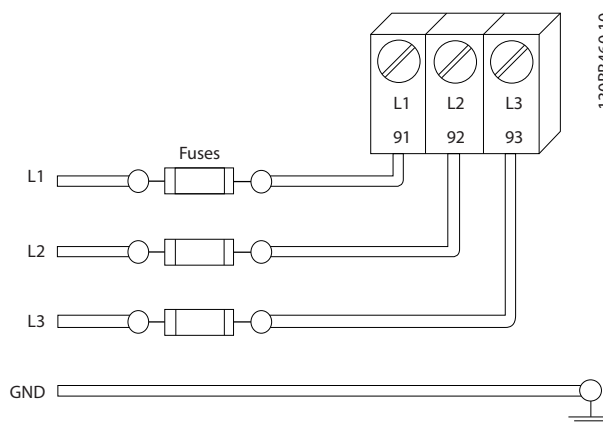

Bild 2.6 Frekvensomformarsäkringar
- Alla frekvensomformare måste vara försedda med kortslutningsskydd och överspänningsskydd. För detta krävs det ingångssäkringar – se *Bild 2.6*. Om frekvensomformarna levereras utan säkringar måste installatören tillhandahålla säkringar som en del av installationen. Uppgifter om maximala säkringsklassificeringar finns i *10.3 Säkringstabeller*.